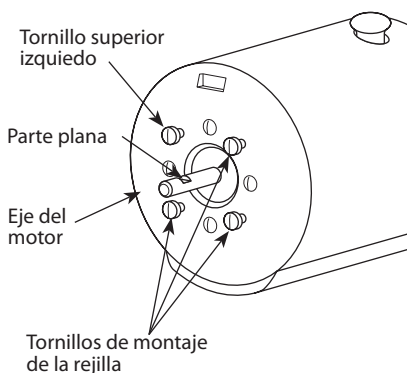

FIGURA 5
15. Retire el tornillo de montaje superior izquierdo de la parte delantera del motor. Vea la Figura 5. Afloje los tres tornillos restantes de montaje de la rejilla.